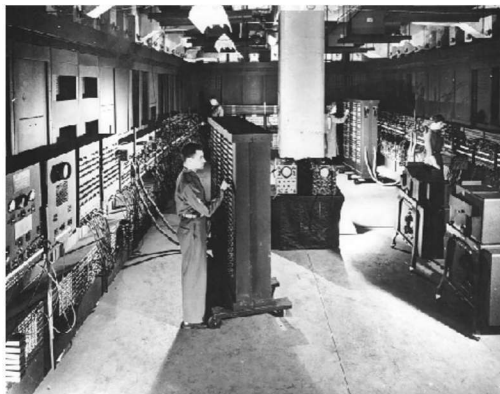

图 1.3 第一台电子数字计算机
(1)1946年2月15日,第一台电子数字计算机问世,如图1.3所示,这标志着计算机时代的到来。
①ENIAC是电子管计算机,时钟频率仅有100 kHz,但能在1 s的时间内完成5 000次加法运算。
②与现代的计算机相比,ENIAC有许多不足,但它的问世开创了计算机科学技术的新纪元,对人类的生产和生活方式产生了巨大的影响。